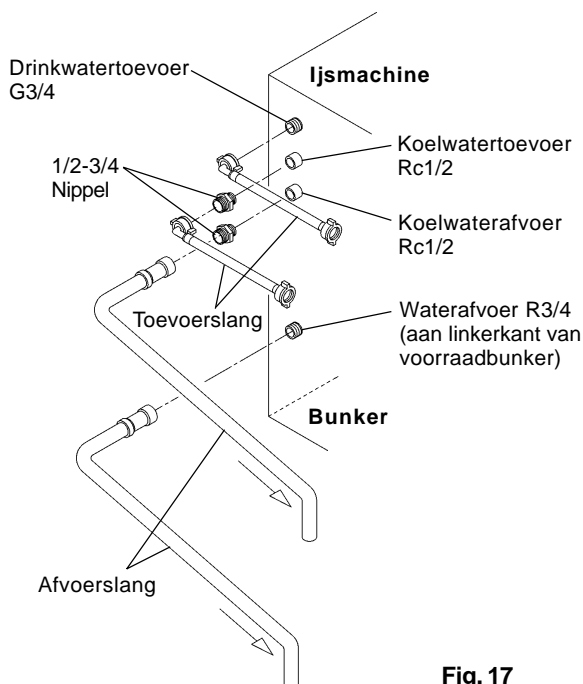

Fig. 17
[b] Aansluitingen volgens de voorschriften, andere dan de WRC-voorschriften, door accessoirebuizen te gebruiken (fig. 17)
- 2) Voor condensoraansluitingen moet u accessoirebuizen gebruiken en dezelfde aansluitingen maken als 1) tot en met 3) in [a] boven, op het vrije uiteinde van 1/2-3/4-nippels, zoals aangegeven (fig. 17).